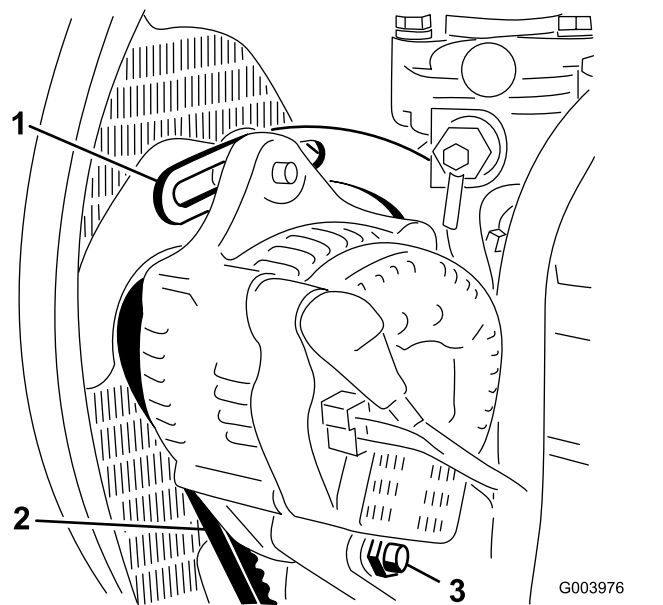

Bild 71
- Prüfen Sie die Spannung des Treibriemens, indem Sie eine Kraft von 10 kg in der Mitte zwischen der Lichtmaschine und der Kurbelwellenscheibe ansetzen (Bild 71).
- Lockern Sie die Schraube, mit der die Strebe am Motor befestigt ist (Bild 71) sowie die Schraube, mit der die Lichtmaschine an der Strebe und der Drehschraube befestigt ist.